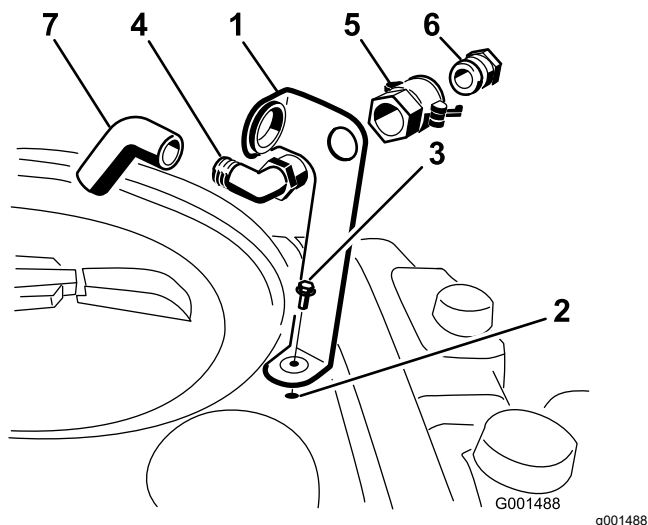

Figure 3
avec un boulon à embase (5/16" x 3/4"), comme montré à la Figure 3.
raccord rapide pour le fixer au support (Figure 3).
3. Raccordez l'adaptateur de flexible au raccord rapide (Figure 3).
4. Bloquez l'adaptateur en place en basculant les leviers vers l'adaptateur puis en les fixant en position avec les goupilles fendues (Figure 3).
5. Insérez le flexible anti-siphonnage dans la grande ouverture du support et branchez-le sur l'extrémité cannelée du raccord coudé à 90 degrés (Figure 3).